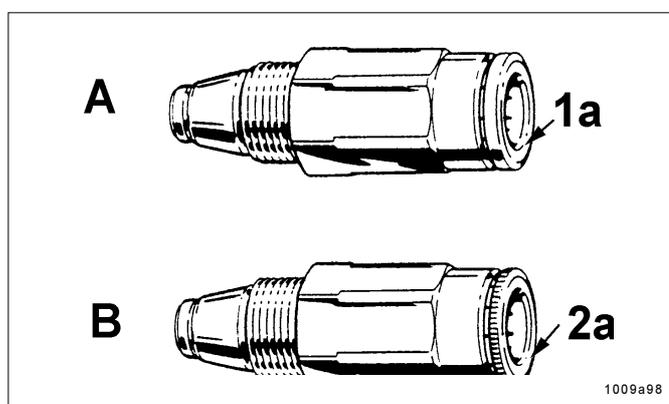

Fig. 39 – Différence entre les clapets anti-retour
- Pour les tuyaux polyamide haute pression (\varnothing 8,6 x 2,3 mm), utiliser le clapet anti-retour A, Fig. 39, avec collet renforcé 1a et embase lisse (n° de réf. 226-14091-4) :
- Pour les tubes polyamide pression (\varnothing 6 x 1,5 mm) utiliser le clapet anti-retour B, Fig. 39, avec collet standard 2a et embase moletée (n° de réf. 226-14091-2)